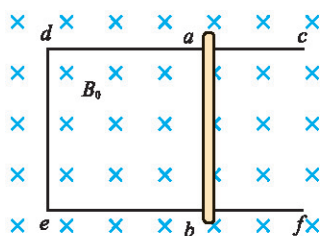

图 1-4-8
(2) 开关S闭合后, 滑动变阻器滑动片P向左滑动时, 其电阻变大, 电流减小, 故其在铁芯中有水平向右的磁场的减小, 通过线圈N的磁通量减小, 由楞次定律知线圈N中产生水平向右的磁场以阻碍磁通量变小, 再由安培定则可得电流计指针向右偏转。
**【例题2】** 如图1-4-8所示, 固定于水平桌面上的金属框架cdef, 处在方向竖直向下的匀强磁场中, 金属棒ab搁在框架上, 可无摩擦滑动, 此时abed构成一个边长为L的正方形. 棒的电阻为r, 其余部分电阻不计. 开始时匀强磁场的磁感应强度为 $B_0$ . 若从 $t=0$ 时刻起, 磁感应强度
在图1-4-8中, 引发感应电流的磁场垂直纸面向内, 由于磁感应强度增加, 因此穿过 $abed$ 的磁通量增加. 根据楞次定律, 感应电流所产生的磁场应与原磁场的方向相反, 为垂直纸面向外, 再根据安培定则,  $abed$ 的电流方向应是逆时针方向, 因此通过棒 $ab$ 的电流是从 $b$ 到 $a$ 。